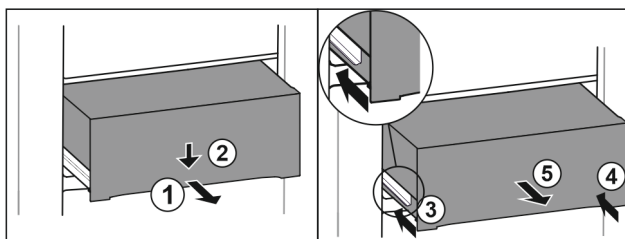

Fig. 103
- ▶ Zásuvku napůl vytáhněte. Fig. 103 (1)
- ▶ Stlačte zásuvku na přední straně dolů. Fig. 103 (2)
- ▶ Zasuňte levou kolejničku přibližně do 2 cm. Fig. 103 (3)
- ▶ Zasuňte pravou kolejničku přibližně do 2 cm. Fig. 103 (4)
- ▶ Vyjměte zásuvku dopředu. Fig. 103 (5)